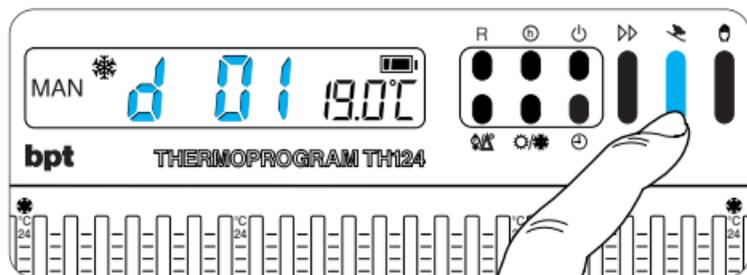

Fig. 31
9.5 - Premere due volte il pulsante  (fig. 31). Sul display, al posto dell'indicazione dell'ora corrente, compare la scritta *d01*.